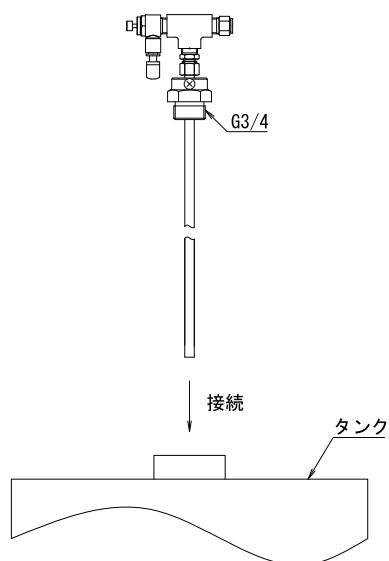

Fig.3.6
- 2) 検知管の「アダプタ（ネジ：G3/4オス）」を、タンクの接続口に確実に固定してください。(Fig.3.6)